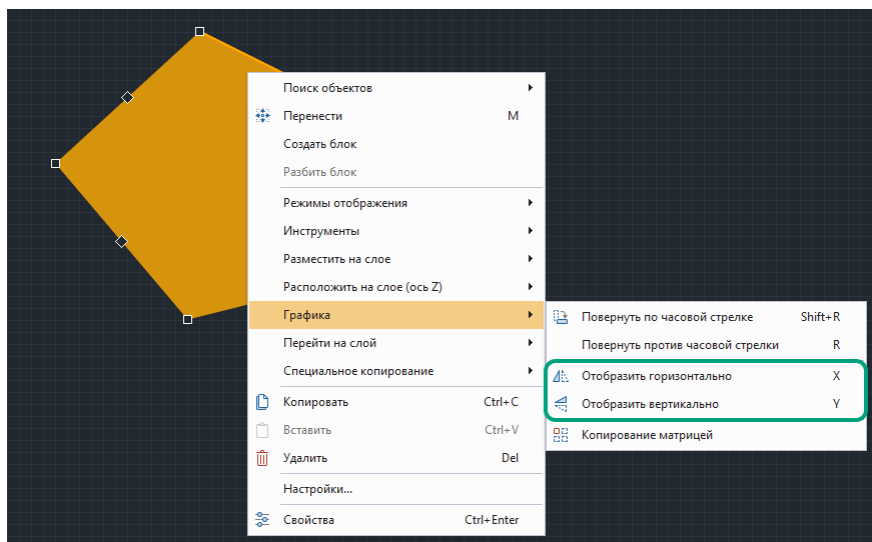

Рис. 221 Вызов функции зеркального отображения
2. Вызовите инструмент, выбрав пункт «Отобразить горизонтально/вертикально» в контекстном меню или воспользуйтесь горячей клавишей, Рис. 221.